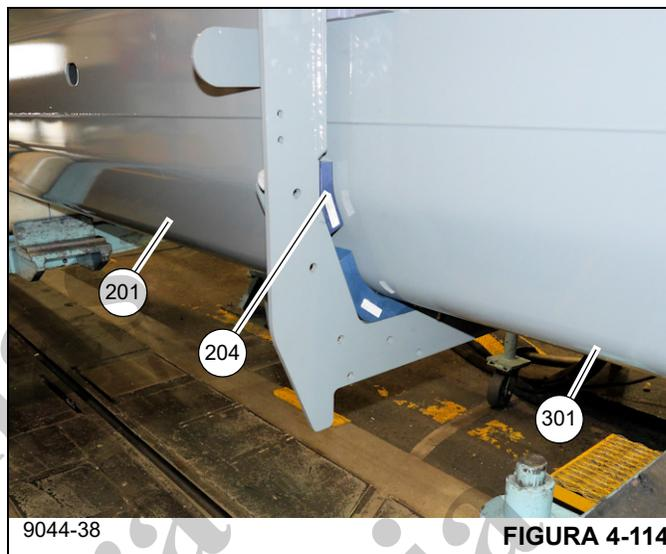

FIGURA 4-114
73. Continue a inserir o telescópio 2 (301) no telescópio 1 (201) até que a ponta dianteira do telescópio 1 esteja na área do telescópio 2 que está livre de graxa.
74. Instale uma placa de desgaste (204) nos lados esquerdo e direito, entre o telescópio 1 (201) e o telescópio 2 (301) (consulte a Figura 4-114). Instale os parafusos de ajuste (244) e porcas (249) da placa de desgaste em cada lado do telescópio 1 (201), mas não aperte (consulte a Figura 4-114).